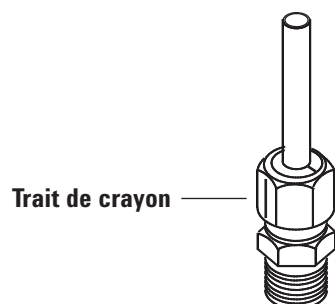

Figure 18. Marquage du raccord
- 6 Faites une marque au crayon sur l'écrou. Reportez-vous à la Figure 18.